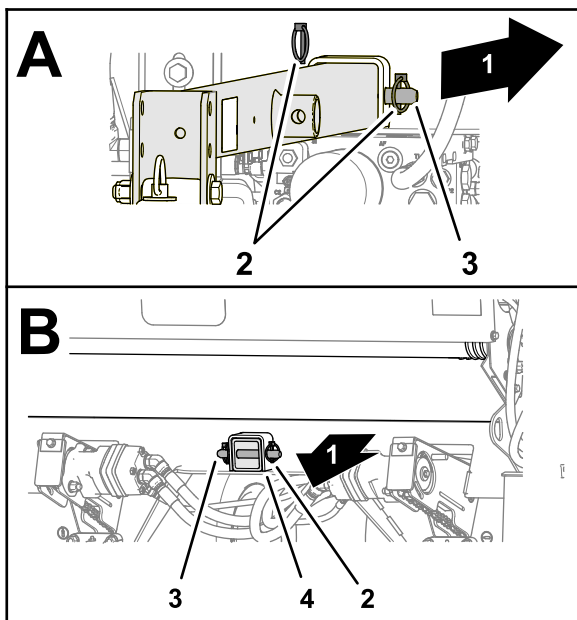

图4
- 将牵引杆内的孔与接收管中的孔对齐并用 2 个柱销和 4 个保险销将牵引杆固定至接收管 图4。